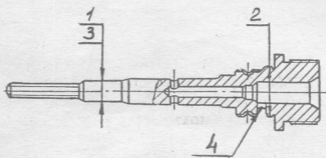

Рис. 3. Ось ротора
4. Вынуть пружину 3 (Рис. 3), манжету 5 торцевого уплотнения в сборе с обоймами 2 и 4 и упорное кольцо 6. Работу выполнять на двигателях КамаЗ-740 до № 110661. (Пинцет, отвертка 6,5 мм).